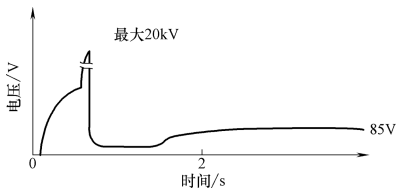

图 4-75 氙气灯电子增压的工作电压
(2) **电子增压器** 电子增压器将 12V 的直流电压，经过一系列的转换、控制、保护、升压、变频等动作后，产生一个瞬间 20kV 的高压点亮氙气灯泡，当灯泡点亮后再维持 85V 的交流电压状态，如图 4-75 所示。